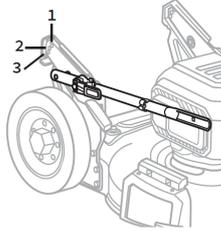

Рис. 3
2. Газонокосилка имеет 3 позиции регулировки высоты рукоятки. Передвиньте нижнюю ручку вверх или вниз до нужной высоты (Рис. 3).